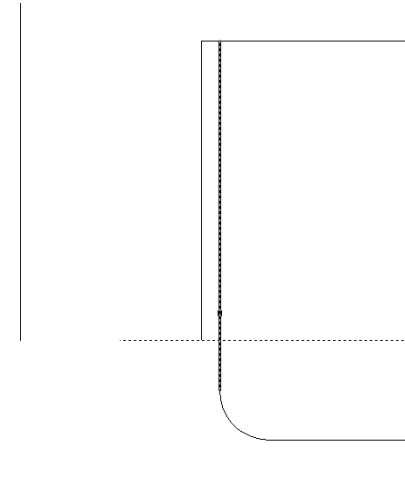

Рис. 4.36 ▼ Отсечение линии, обозначающей внутренний контур стенки тумбы системного блока
3. Обрежьте линию, обозначающую внутренний контур стенки тумбы системного блока, используя в качестве секущей горизонтальную линию, обозначающую контур нижней полки, как показано на рис. 4.36. Эта операция относится как раз к разряду тех, смысл которых вы поймете чуть позже.